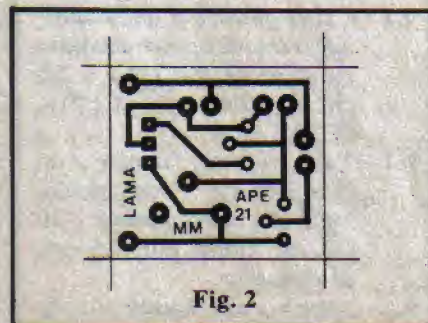

Fig. 2
- **FIG. 2** - Lay out do Circuito Impresso específico para a montagem da LAMA. O padrão é muito simples, incapaz de "assustar" mesmo a quem vai tentar a confecção da sua primeira placa. Como o desenho está em tamanho natural (escala 1:1) pode ser copiado diretamente sobre a face cobreada de um fenolite virgem, usando-se decalques próprios, ou tinta ácido-resistente, executando-se, em seguida, os necessários procedimentos de corrosão na solução de perclorato de ferro, limpeza, furação, etc. Quem quiser "moleza" pode ainda adquirir a LAMA na forma de KIT completo (ver anúncio em outra parte da presente APE) que inclui, além de todos os componentes relacionados na LISTA DE PEÇAS (menos OPCIONAIS/DIVERSOS...), a plaquinha já pronta, furada, protegida por verniz e com o "chapeado" da montagem demarcada em silk-screen pelo lado não cobreado,